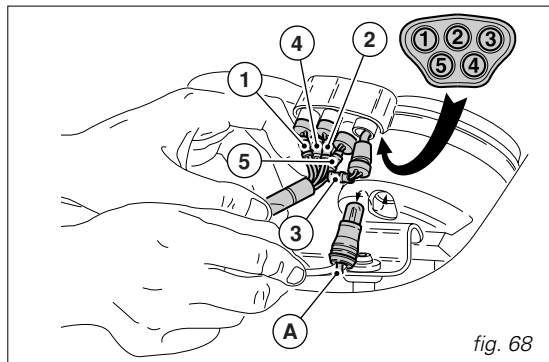

fig. 68
**Instrument panel** (fig. 68)